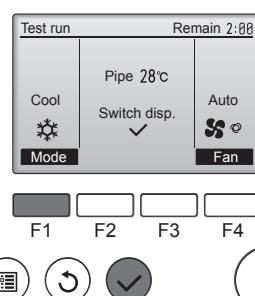

Fig. 8-3
- Tryk på knappen [F1] for at ændre driftstilstand. (Fig. 8-3)